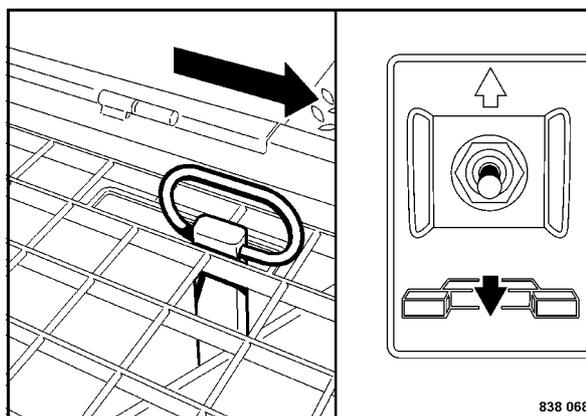

Fig. 83
- Sbloccare il ferro da stiro e abbassarlo fino al terreno (Fig. 83).